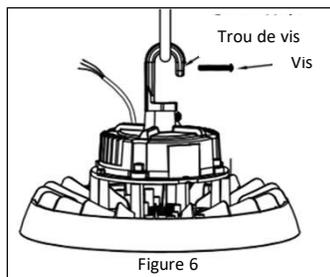

Figure 6
4. Install the set screw into the tip of the hook. **See Figure 6.**
4. Installez la vis de pression dans la pointe du crochet. **Reportez-vous à la Figure 6.**